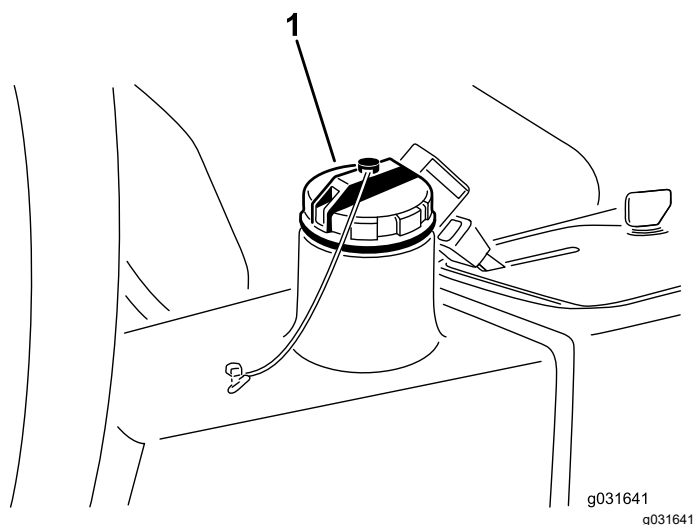

Figura 67
4. Llene el depósito (Figura 67) con aproximadamente 13,2 litros de fluido hidráulico; consulte Especificación del fluido hidráulico (página 58) y Comprobación del nivel de fluido hidráulico (página 58).